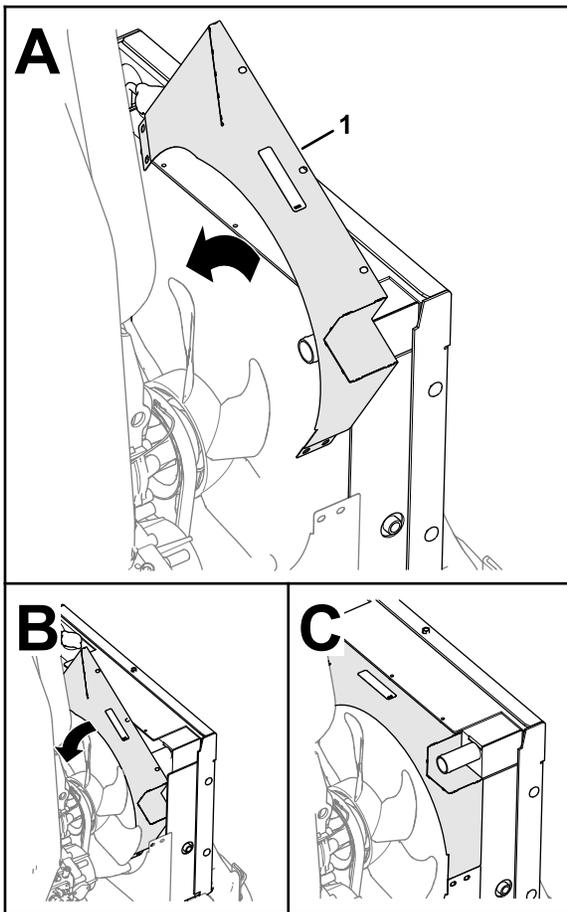

Figura 35
6. Alinhe o resguardo da ventoinha superior com a máquina como se mostra na Figura 35.